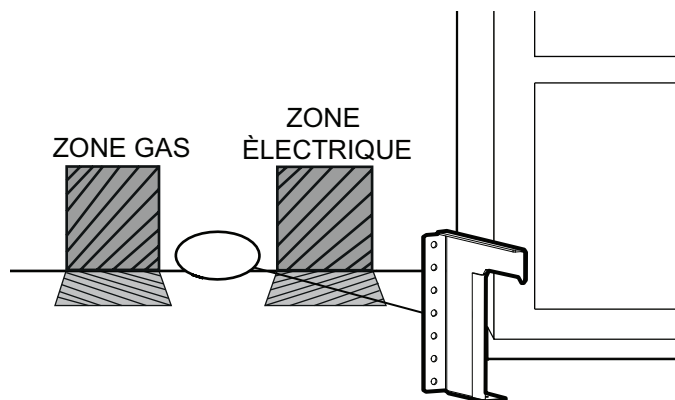
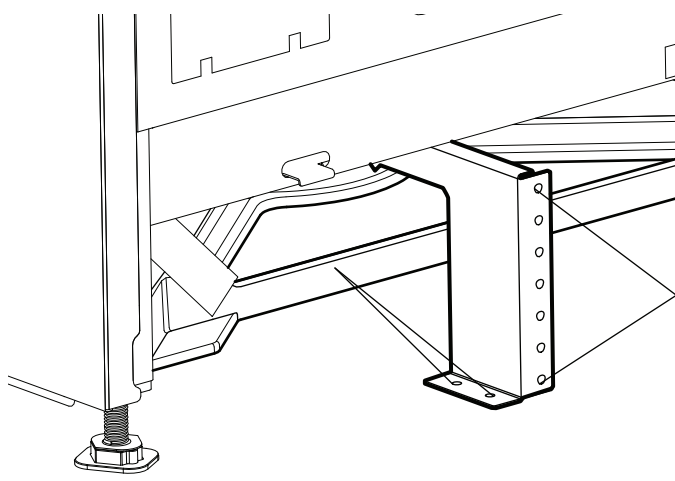

Figure 12 : Emplacement du support anti-bascule
Figure 13 : Support anti-bascule
- Dans tous les cas, vous devez utiliser au moins deux vis de montage pour fixer le support anti-bascule au plancher, ou deux vis de montage (ou ancrages pour cloison sèche) pour le fixer au mur situé derrière l'appareil (voir *Figure 12* et *Figure 13*).
1. Placez le support sur le plancher près du centre de l'endroit où l'appareil sera installé (*Figure 12*).